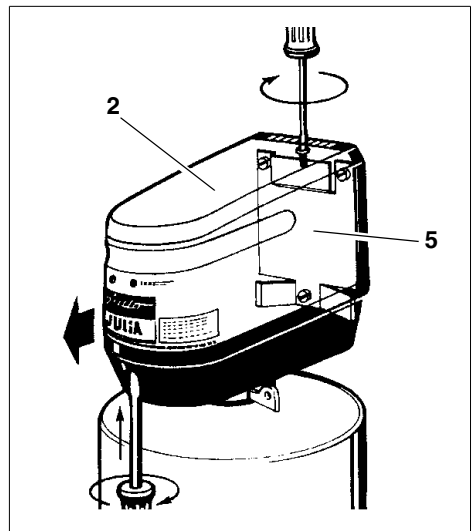
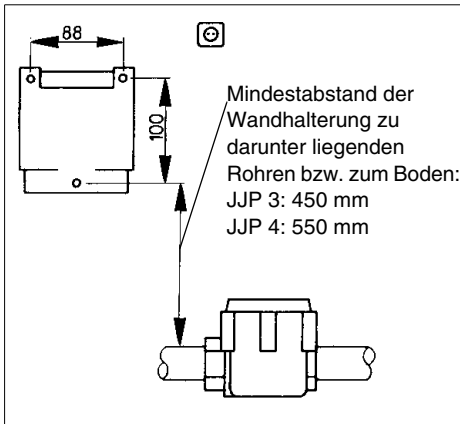

Abb. 6: Montage Wandhalterung und JJP
Abb. 7: Wandmontage mit Wandhalterung
- Schraube lösen (siehe Abb. 6).
- Abdeckhaube (2) entfernen.
- Die mitgelieferte Wandhalterung (5) an einem geeigneten Platz montieren (siehe Abb. 7).
- Die Dosierpumpe in die Wandhalterung (5) einhängen (siehe Abb. 6).
- Abdeckhaube (2) wieder auf den Pumpenträger aufsetzen und verschrauben.
- Abdeckhaube (2) entfernen (siehe Abb. 6).